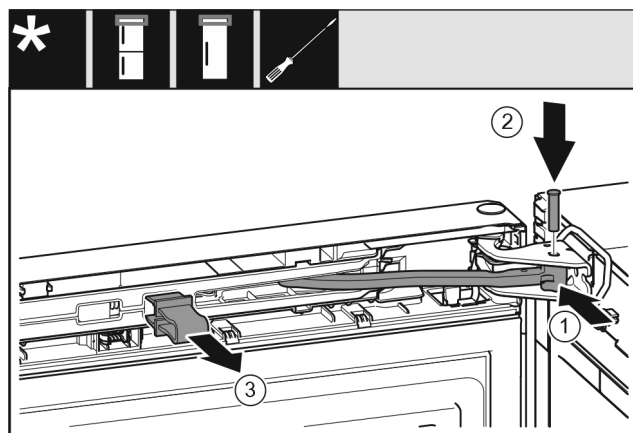

Fig. 31
- ▶ Okrenite zglob Fig. 31 (1) u podlošku ležaja.
- ▶ Umetnite svornjak Fig. 31 (2) u podložak ležaja i zglob. Pritom se pobrinite za to da uskočna izbočina ispravno leži u utoru.
- ▶ Skinite osigurač Fig. 31 (3).